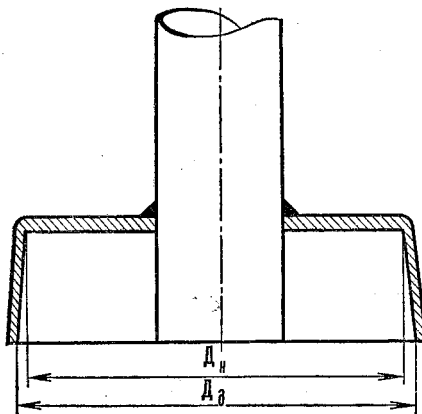

Рис. 26. Деформация тормозного барабана: D_n — нормальный диаметр; D_d — диаметр после деформации
5. Плохого прилегания тормозных колодок по диаметру тормозного барабана (рис. 26).